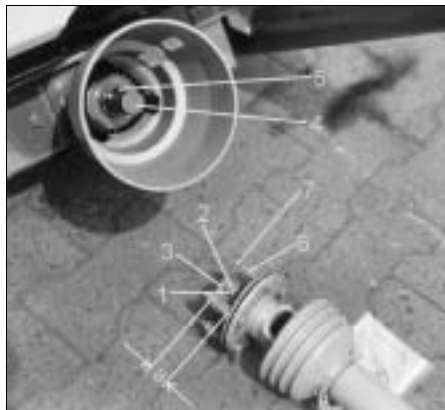

Fig. 41
Bei häufigem Abscheren der Scherschraube zwischen Anschlußgabel- und Getriebeeingangswellenflansch und bei Schleppern mit hart eingreifender Zapfwellenkupplung wird die Walterscheid-Gelenkwelle mit Reibkupplung empfohlen (Fig. 41).
- Kontermutter (Fig. 41/1) in Anschlußgabel von Reibkupplung lösen (bis der Gewindestift nicht mehr nach außen über die Kontermutter hinausragt), Innensechskant-Gewindestift (Fig. 41/2) herausdrehen und prüfen, ob sich die Anschlußgabel leicht auf die Getriebewelle aufschieben läßt.
Anschlußgabel (Fig. 41/3) mit Fett bis zum Anschlag auf die Getriebeeingangswelle (Fig. 41/4) aufstecken.
Auf vollständige Überdeckung der Paßfeder (Fig. 41/5) achten!
Spezialgelenkwelle gegen axiale Verschiebung sichern. Hierzu Gewindestift mit Innensechskantschlüssel fest anziehen und mit Mutter (Fig. 41/1) kontern